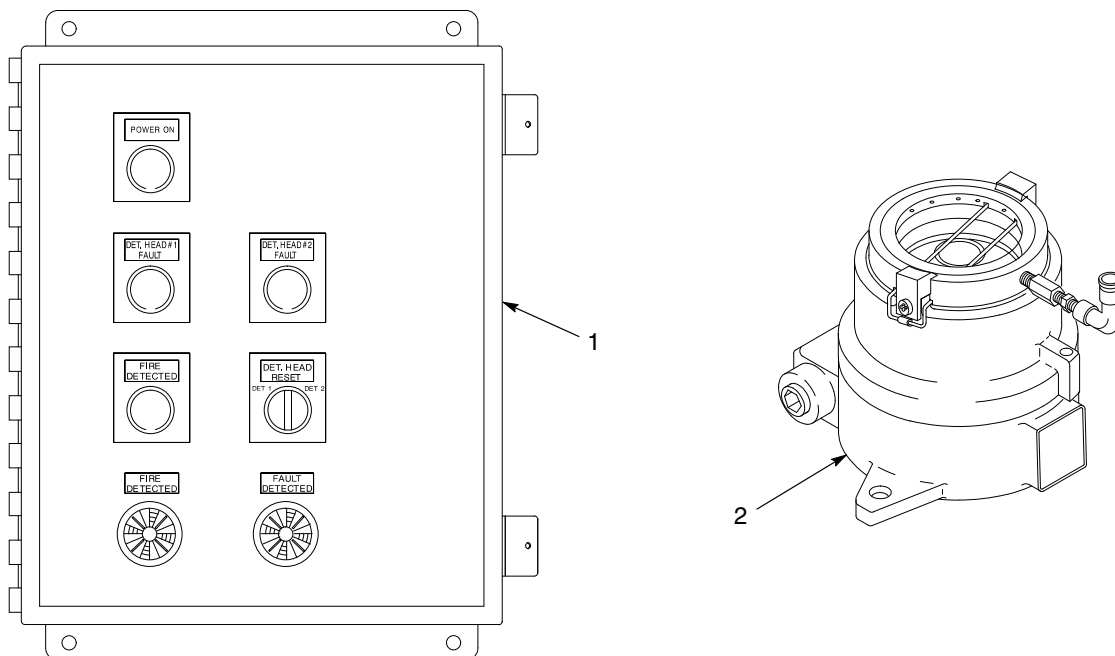

Figura 1 Detector de chama FS10-R30
Consulte a figura 1. O detector de chama é constituído por um painel indicador (1) e uma ou duas cabeças do detector (2).